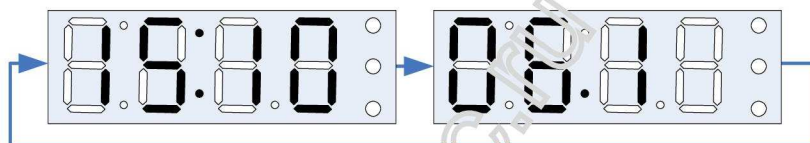

Рис.17
2.3.12 Для просмотра времени и скорости прохождения СОД необходимо кратковременно (не менее 1 сек. и не более 2 сек.) нажать кнопку «Контроль». После этого на индикаторе отобразится время регистрации (часы и минуты) и скорость прохождения СОД (км/ч), сопровождаемые кратковременными звуковыми сигналами. Для примера на Рис.17 показана информация о регистрировании СОД в 15 часов 10 минут, скорость прохождения 6,1 км/ч.